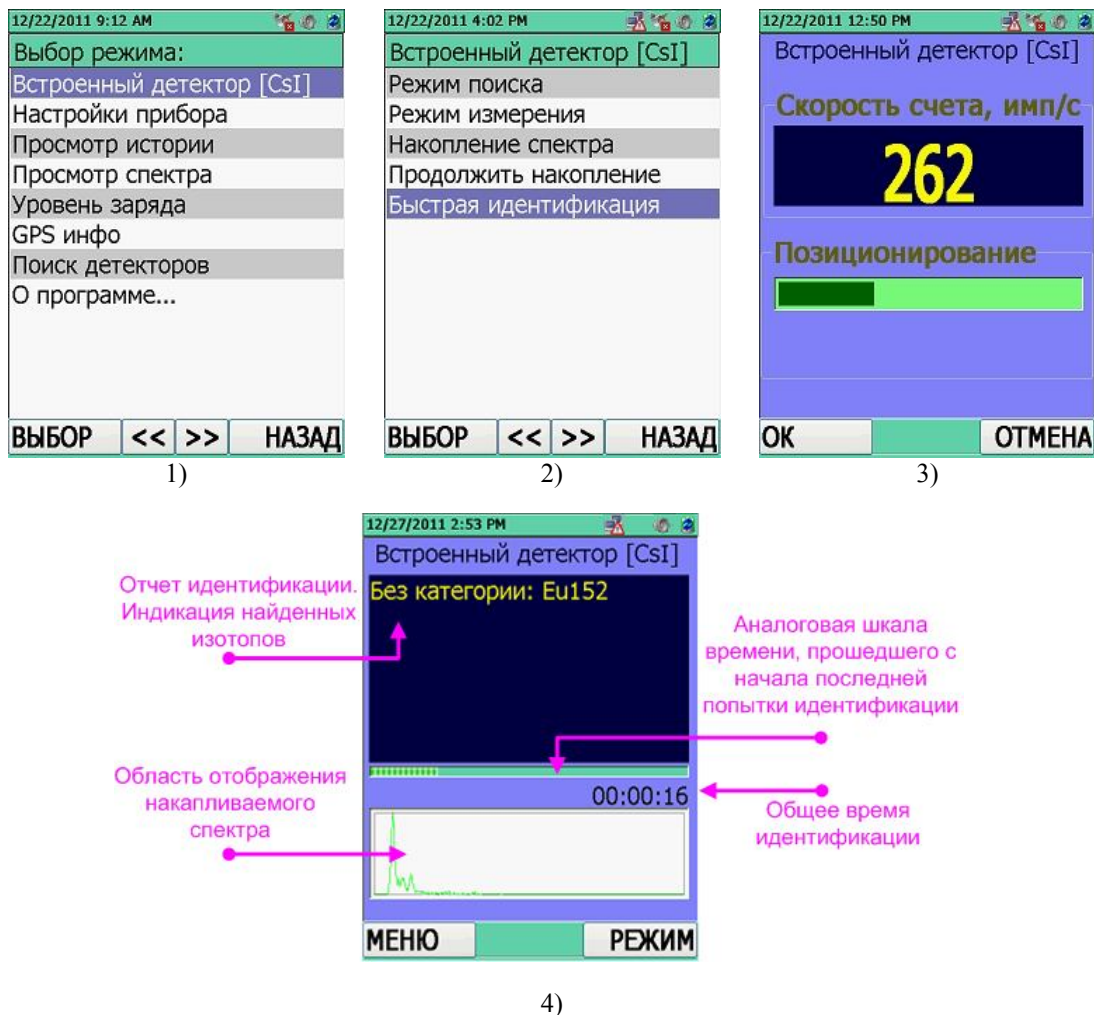

Рисунок 11.18
Для входа в режим идентификации радионуклидного состава вещества "Быстрая идентификация" необходимо в окне отображения режимов работы встроенного БД "Встроенный детектор [CsI]" выбрать "Быстрая идентификация", рисунок 11.18 (1, 2).
Прибор войдет в режим идентификации радионуклидного состава вещества "Быстрая идентификация", рисунок 11.18 (3). На экране индицируется средняя скорость счета регистрируемых импульсов гамма-излучения. Параллельно с цифровой индикацией скорости счета на ЖКИ индицируется шкала графического отображения загрузки гамма-канала. Физический смысл шкалы графического отображения загрузки гамма-канала подробно расписан в 11.1.5. Приблизить прибор к объекту, с которого будет сниматься спектр на такое расстояние, чтобы скорость счета по БД была в пределах от 150 до 900 имп/с, что соответствует индикации шкалы в ее зеленой зоне, рисунок 11.18 (3). Для старта накопления спектра и идентификации необходимо нажать кнопку  ОК.
При снятии спектра в нижней части ЖКИ индицируется нарастающее изображение накапливаемого спектра и аналоговая шкала времени, прошедшего с начала накопления спектра, рисунок 11.18 (4). Отображение спектра на ЖКИ обновляется каждые 10 с. При этом каждый раз прибор по истечении этих 10 с пытается произвести идентификацию на основании накопленной за это время статистики.
При накоплении статистических данных, достаточных для попытки идентифицировать состав вещества, результаты идентификации сразу же отобразятся в верхнем поле ЖКИ прибора, рисунок 11.18 (4).
В верхнем поле ЖКИ, в листе радионуклидов, отобразится отчет идентификации с полным перечнем идентифицированных радионуклидов, рисунок 11.18 (4). Идентификация радионуклидов происходит в области той библиотеки, которая установлена в режиме "Настройки прибора"/"Идентификация"/"Библиотека", 11.3.5.